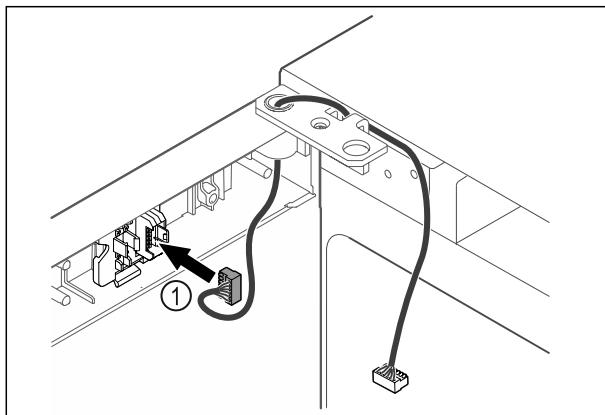

Fig. 49
- Utaknite utikač Fig. 49 (1) u držać utikača.